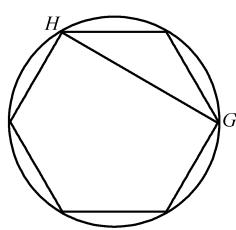

图 3-26 绘制直线
3) 在【功能区】选项板中选择【常用】选项卡，在【绘图】面板中单击【直线】 按钮，绘制经过点 H 和点 G 的直线，如图 3-26 所示。